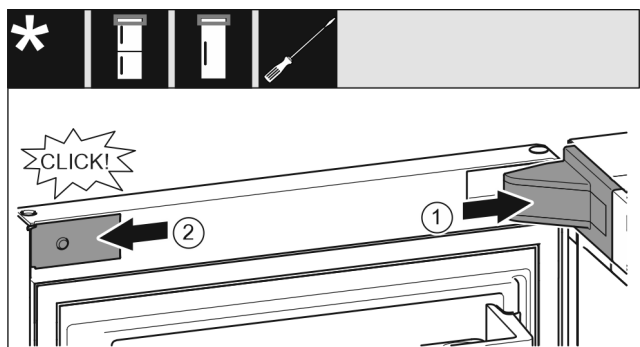

Fig. 34
- ▶ Pange laagripuki kate peale ja fikseerige, vaj. korral suruge ettevaatlikult laiali. Fig. 34 (1)
- ▶ Pange ilukate küljel kohale ja fikseerige. Fig. 34 (2)